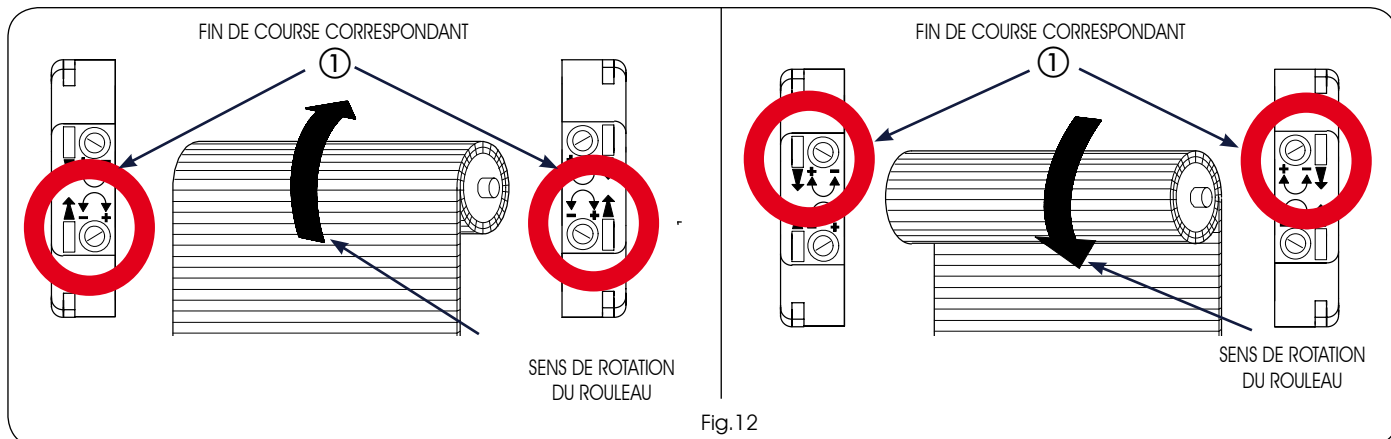

Fig.12
- 2) Avec l'outil de réglage (Fig.1 réf.⑤), tourner la vis du fin de course correspondant au sens de rotation de descente du rouleau (Fig.12 réf.①), vers le signe plus (+) pour augmenter la course du rideau à enroulement, vers le signe moins (-) pour la diminuer.